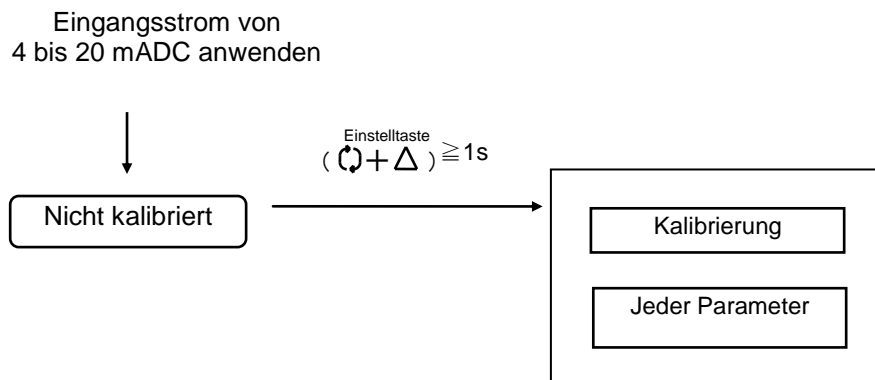

Abb. 15
- \*6: Zwischen dem automatischen und dem manuellen Modus kann umgeschaltet werden, indem man die Schaltschraube des Pilotventils "automatisch/manuell" wie in Abb. 15 gezeigt auf die manuelle Seite dreht. Im oberen Bereich ist eine kleine Anschlagschraube angebracht, damit diese sich nicht löst. Diese kleine Schraube darf nicht manipuliert oder gelockert werden. Darüber hinaus wurde ab Werk eine Empfindlichkeits-Halteschraube montiert, die nicht unabsichtlich gedreht werden darf.